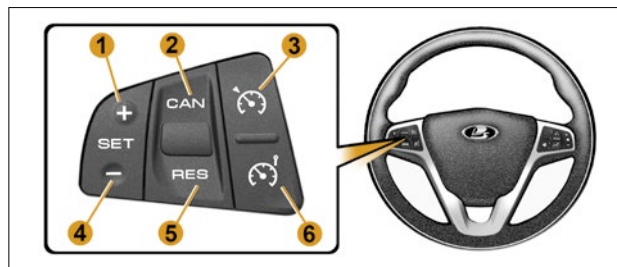

Рис. 1. Блок управления «Крузи-контроль» и «Ограничитель скорости»
- выключатель «» – включение/выключение круиз-контроля (рис. 1, поз. 3);
- выключатель «» – включение/выключение ограничителя скорости (рис. 1, поз. 6);
- выключатель «**SET+ / SET-**» – установка и увеличение скорости 1 и 4 (рис. 1);